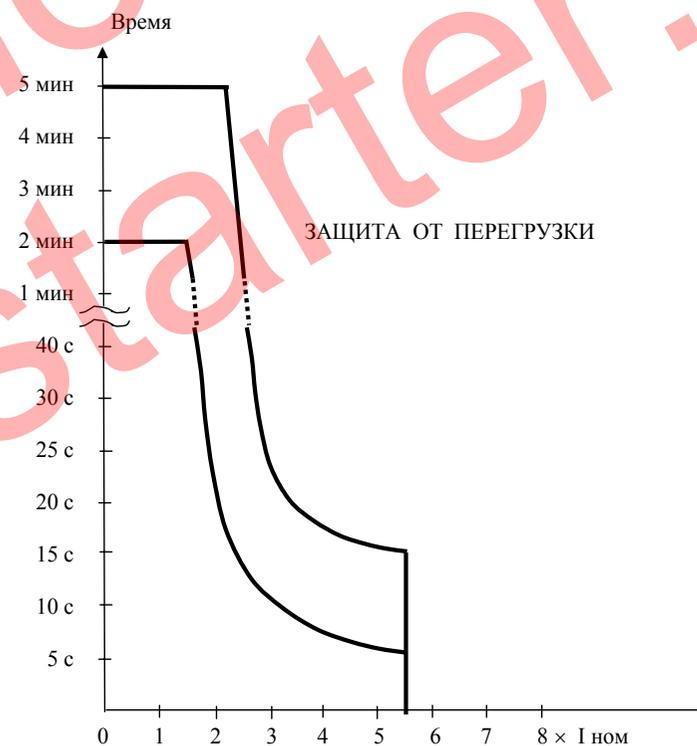

Рис. 5. Диаграмма защиты от перегрузок
3. **Задержка защиты от перегрузки.** – Происходит отключение двигателя через установленное время (5 минут или 2 минуты), при нагрузке двигателя, превышающей значение, установленное в режиме «**Настройка**» параметром **Ток пер. -стоп**. Рис. 5